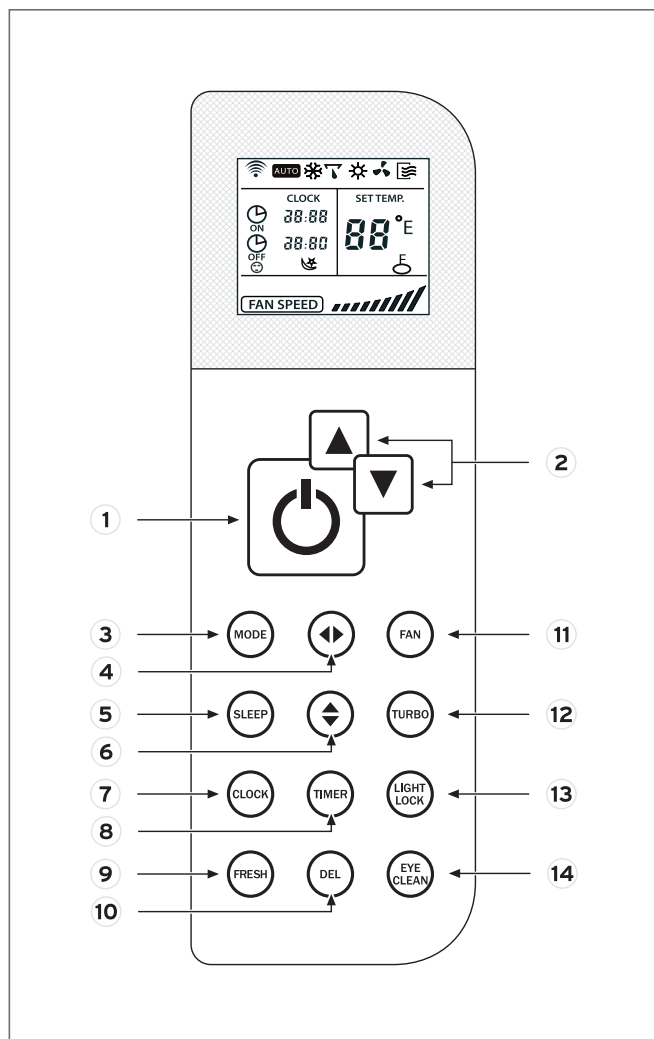

Abb. 7.1 Darstellung der Tasten.
- Drücken Sie die Taste ON/OFF (siehe Abbildung 7.1), um den korrekten Sitz der Batterien zu überprüfen.